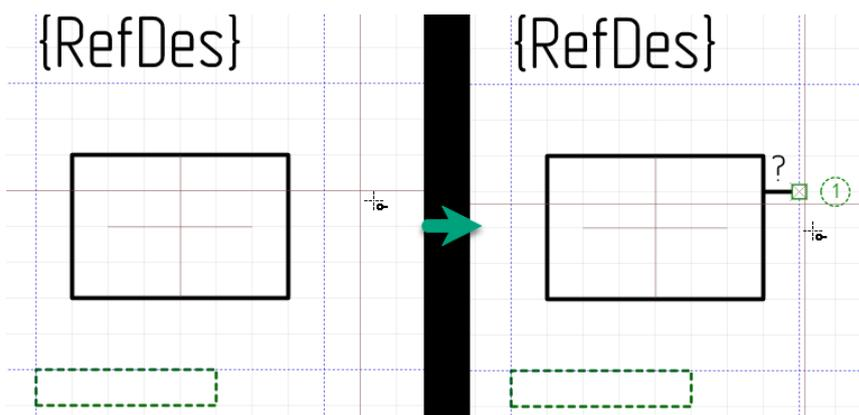

Рис. 5 Курсор, при использовании инструмента «Разместить вывод»
1. Выберите инструмент «Разместить вывод». На Рис. 5 показан курсор , которым отображается инструмент «Разместить вывод»